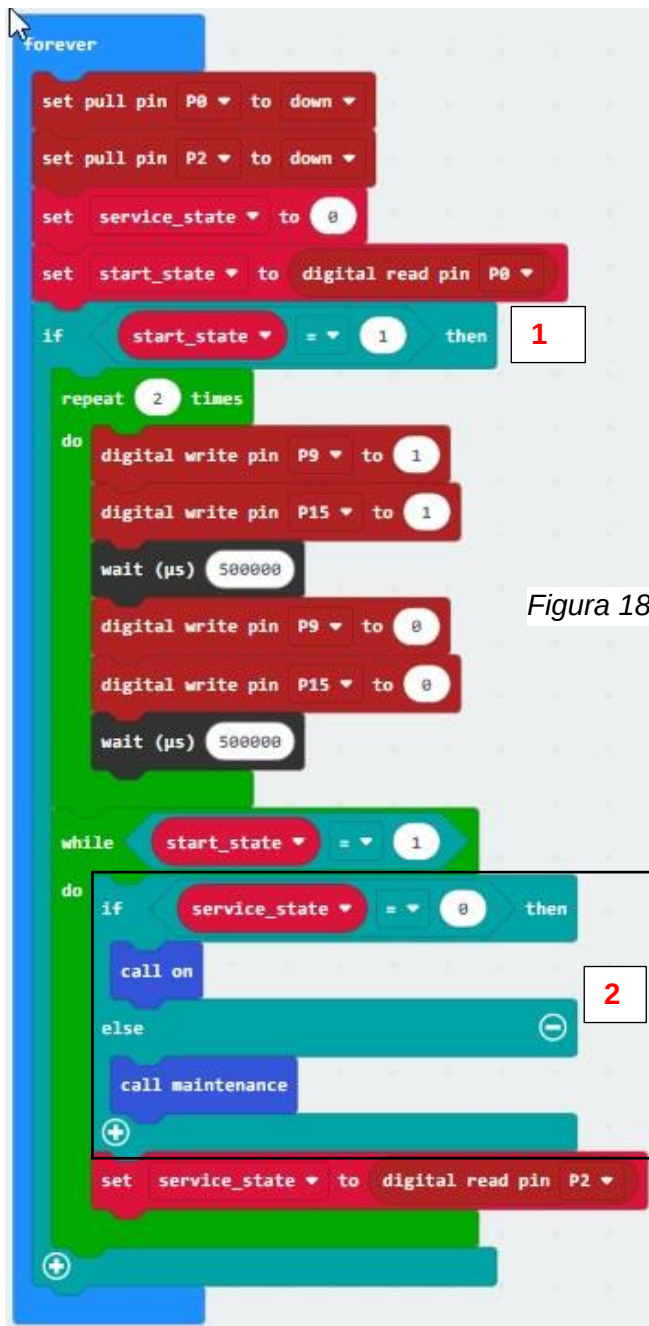
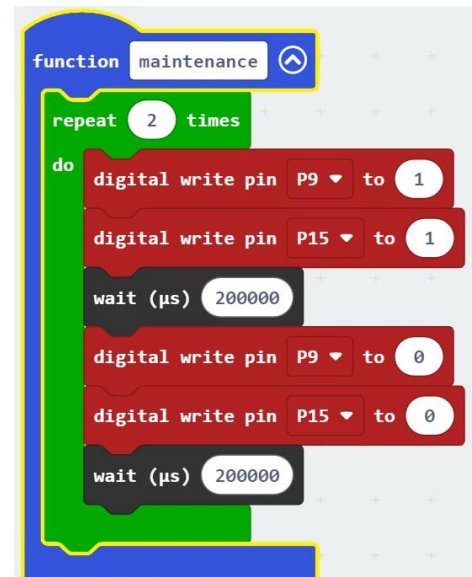

Figura 18
Figura 19
- 1) funzione principale "forever" che parte non appena accendiamo il dispositivo (**Figura 18**)
2) funzione "maintenance" che avvia la sequenza di manutenzione (le luci gialle lampeggiano alternativamente ogni 200 millisecondi) **Figura 19**
Quando la macchina viene alimentata, i pin digitali P0 (Pulsante di avvio) e P2 (Interruttore di manutenzione) vengono messi in modalità pull-down (**Figura 18**)
- **start_state**: a questa variabile viene assegnato il valore letto dal **digital_pin_1**, che rappresenta lo stato del P0 - Pulsante "Start" (nota **1** in Figura 18).
Quindi se si preme il P0 (Pulsante di Start) la sequenza avrà inizio, altrimenti rimane in attesa. Una volta avviata la sequenza, le spie gialle lampeggiano due volte per 0,5 secondi ("repeat/do") e poi si entra nella condizione "while/do". Qui troviamo il blocco logico "if/else" che controlla il valore della variabile "service_state", che dipende dallo stato "Maintenance_switch": (nota **2** in Figura 18).
Le due funzioni 1) “forever” (**Figura 18**) e 2) “maintenance” (**Figura 19**), rimangono invariate sia che il programma sia realizzato con o senza sovrapposizione dei semafori rossi. Fare riferimento alle funzioni già spiegate a pagina 14.